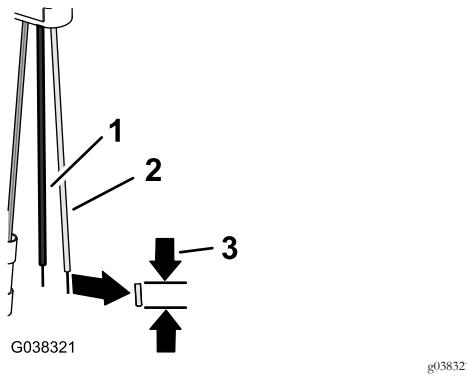

图38
2. 分别去除 4 针适配器粉色导线和黑色导线的 8mm 绝缘体 图 38。